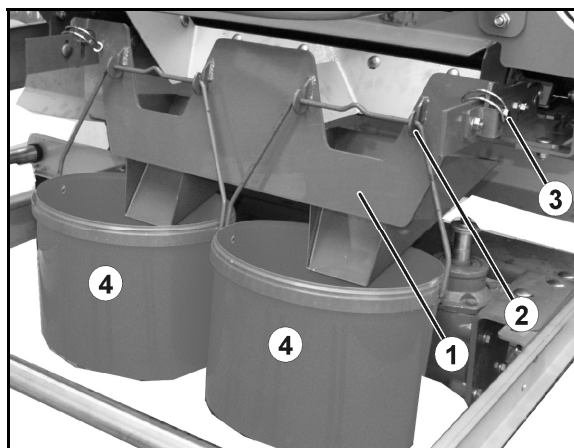

Fig. 83
6. Acroșați dispozitivul elicoidal (Fig. 83/1) în urechile (Fig. 83/2) și asigurați-l cu șplinturile (Fig. 83/3).
7. Sub dispozitivele de ieșire, acroșați de cârlige câte o găleată pentru proba de distribuire (Fig. 83/4).